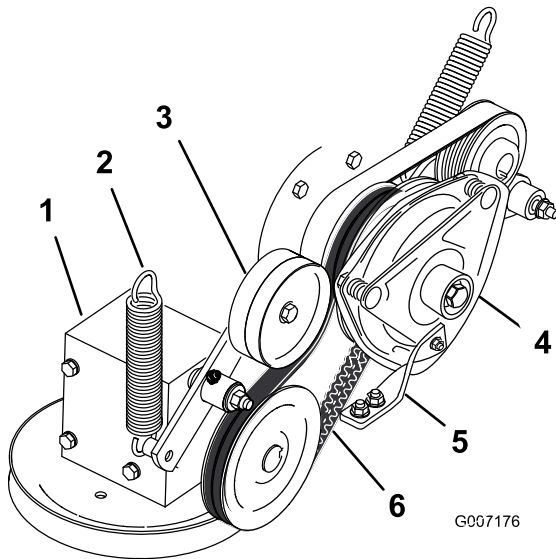

Bild 73
4. Entfernen Sie die Feder vom Spannarm (**Bild 73**).
7. Verlegen Sie den neuen Zapfwellen-Treibriemen um die Kupplungs- und Getriebespannscheibe (Bild 73).
9. Haken Sie die Feder wieder in den Spannarm ein (Bild 73).